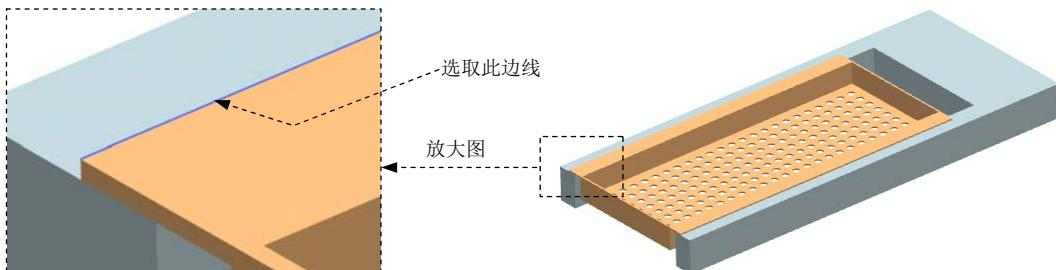

图 7.3.24 定义滑动副
(1) 定义滑动副。选择下拉菜单 **插入(S)** → **运动副(D)...** 命令，系统弹出“运动副”对话框；在“运动副”对话框 **定义** 选项卡的 **类型** 下拉列表中选择  **滑动副** 选项；在模型中选取图 7.3.24 所示的边线为参考，系统自动选择连杆、原点和矢量方向。